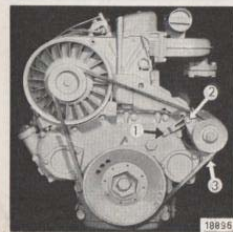

Figure 37
Selon la version de la figure 37, une seule courroie entraîne la turbine et la génératrice. Pour pouvoir retendre cette courroie, dévisser un peu les vis 6 pans 1 et 2 ainsi que la vis de fixation (3), pousser la génératrice suffisamment vers l'extérieur pour rétablir la tension requise et resserrer à fond les vis (1 et 2) et la vis de fixation (3).